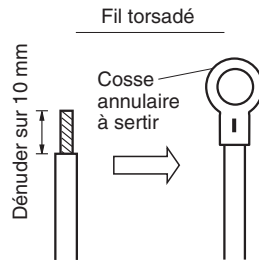
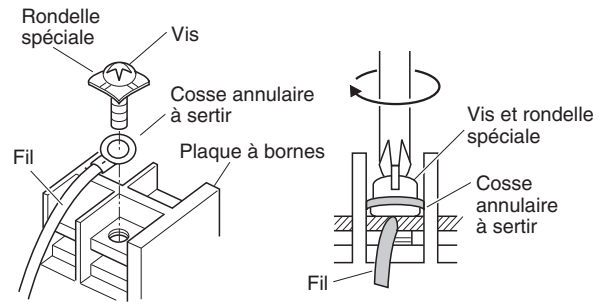

Fig. 4-7
Fig. 4-8
- (1) Couper l'extrémité de câble avec une pince coupante, puis dénuder l'isolant pour exposer le fil torsadé sur environ 10 mm, et bien torsader les brins du fil. (Fig. 4-7)
- (2) En utilisant un tournevis cruciforme, enlever la ou les vis de borne de la plaque à bornes.
- (3) Avec une pince à sertir pour cosse annulaire ou des pinces, sertir solidement une cosse annulaire à sertir sur chaque extrémité de fil dénudée.
- (4) Positionner la cosse annulaire à sertir, puis remettre en place et serrer la vis de borne enlevée avec un tournevis. (Fig. 4-8)